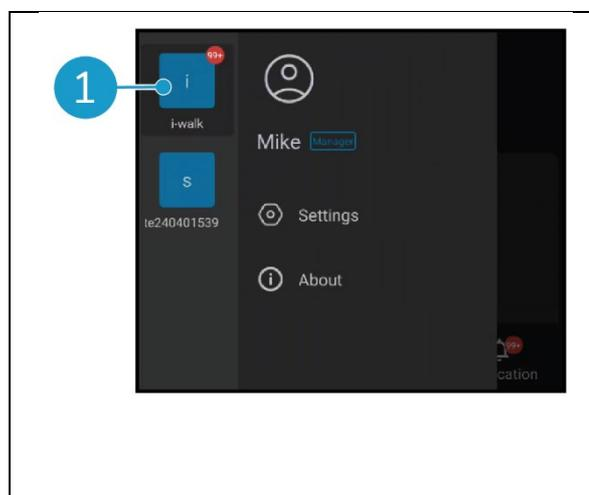

Figura 30
- Toccare un sito disponibile (Figura 30, pos. 1) per accedere alla panoramica di quel sito.